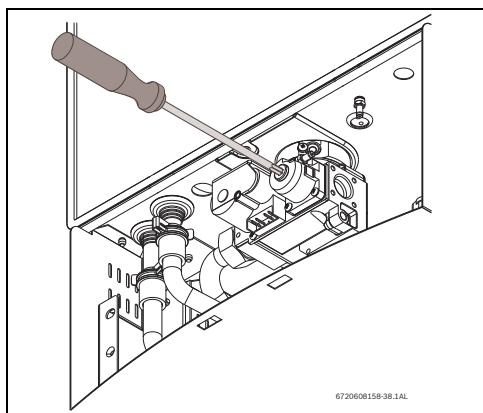

Рис. 45 Регулировка уровня Р2 CO₂
- ▶ Установите на место защитную утопленную крышку, Рис. 45 .